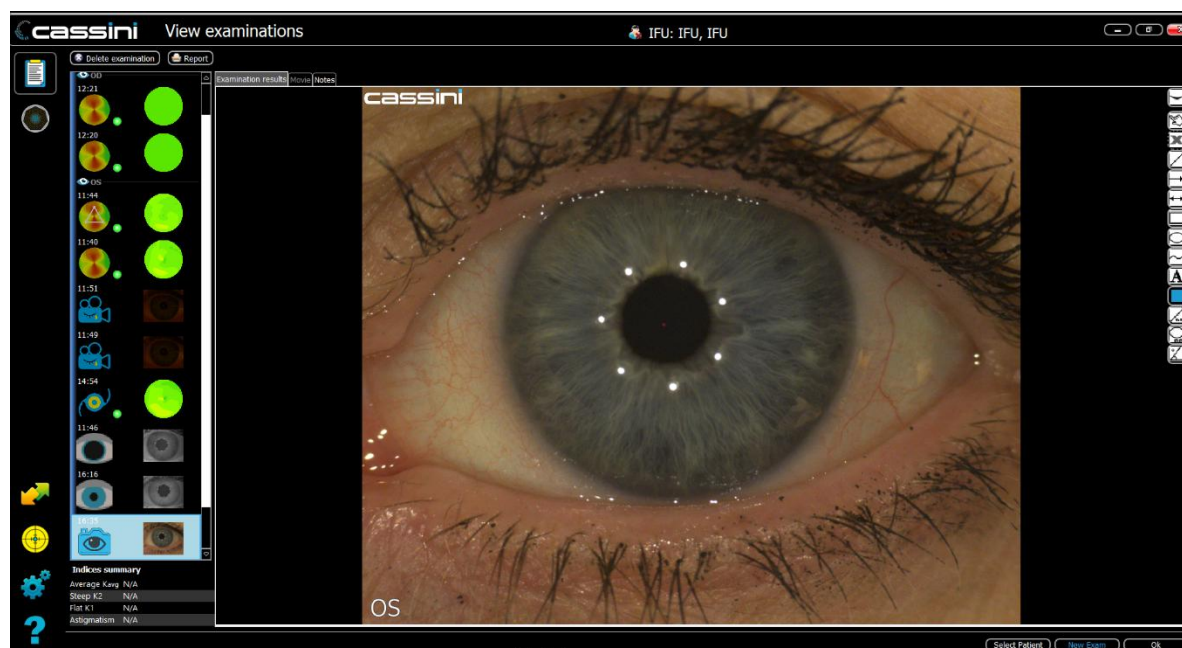

Figure 44 : Résultats External Ocular Photography
8. Les résultats s'affichent, comme illustré à la Figure 44